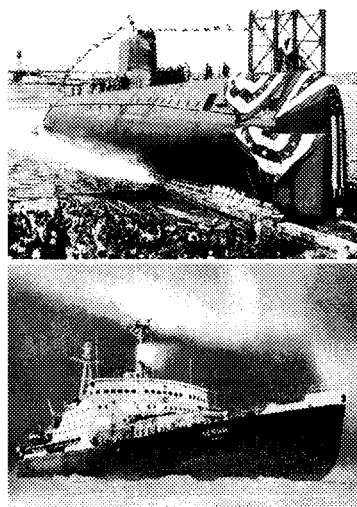

Рисунок 3.46 – Перші атомні підводний човен «Наутилус» (США) та криголам «Ленін» (СРСР)
- 1955 р. – у США побудовано перший атомний підводний човен «Наутилус» з потужністю силової установки 13,4 тис. к. с. (рисунок 3.46);
- 1957 р. – у СРСР спущено на воду атомний криголам «Ленін» з установкою потужністю 44 тис. к. с. (див. рисунок 3.46);